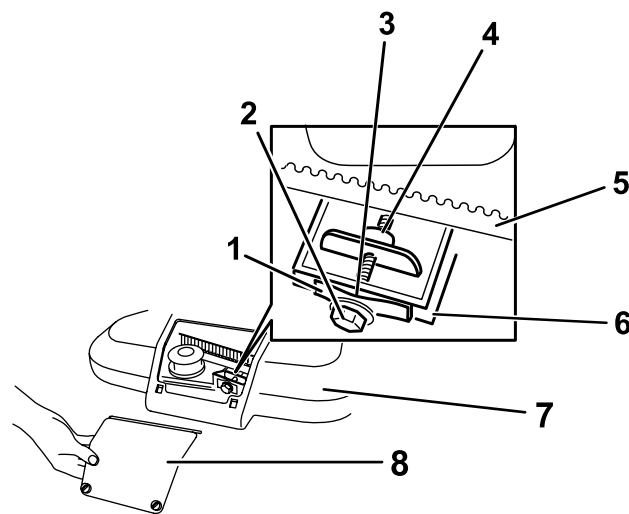

Рисунок 36
1. Ослабьте два винта панели доступа к кожуху ремня и снимите панель (Рисунок 36)
Примечание: Если между измерителем зазора и пружиной есть видимый зазор, затяните регулировочный болт и гайку до момента, когда калибр начнет свободно входить в зазор и выходить из него (Рисунок 36).